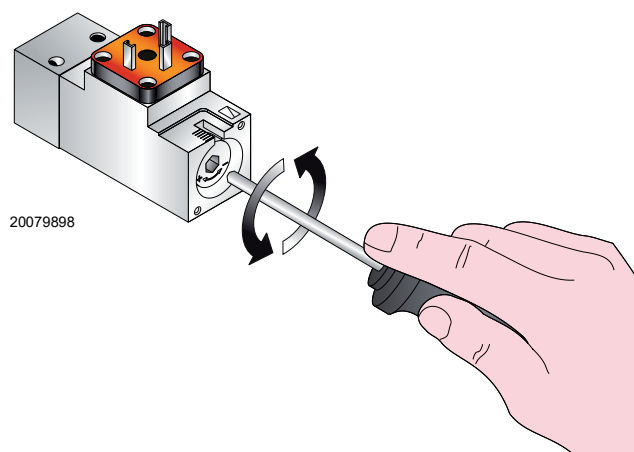

Abb. 37
Der Maximal-Öldruckwächter (Abb. 37) wird werkseitig auf 3 bar eingestellt. Übersteigt der Öldruck in der Rücklaufleitung diesen Wert, veranlasst der Druckwächter eine Störabschaltung des Brenners.
Für die Einstellung der Druckwächter mit einem Werkzeug an der Stellschraube drehen, (siehe Abb. 37).
- 109s** Das Sicherheitsventil VS und das Einstellventil VR öffnen sich (Schnellöffnung). Es erfolgt eine Flammenbildung mit niedriger Leistung, Punkt A (Abb. 37). Es folgt eine gleitende Erhöhung des Durchsatzes, langsame Ventilöffnung bis zur Mindestleistung, Punkt B (Abb. 37).